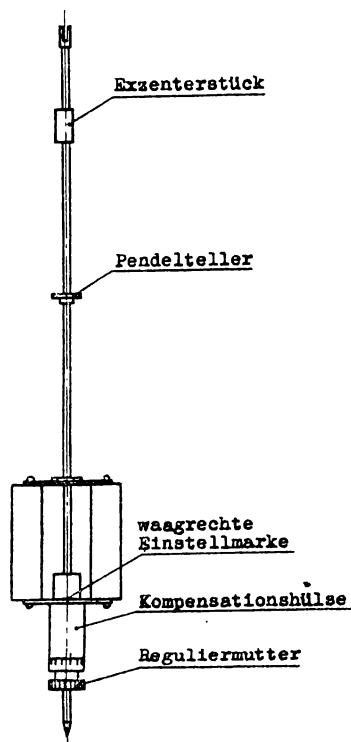

Abb. 1
- 8) Pendel einhängen, wobei zu beachten ist, daß die Pendelfeder weder verdreht noch geknickt wird. Die Zusammenstellung des Pendels ist aus Abbildung 1 ersichtlich. Das Pendel wurde bereits in der Fabrik einreguliert und wurde diese Stellung durch einen waagrechten Strich auf dem Führungsstück und eine neben dem senkrechten Strich auf der Kompensationshülse notierte Zahl, welche die Stellung der Reguliermutter angibt, gekennzeichnet. Zeigt das Pendel beim Ausschwingen einen ungleichen Abfall (ungleichmäßiges Tick-Tack), so ist dies durch Verdrehen des Exzenterstückes zu berichtigen. Auch hierbei ist zu beachten, daß die Pendelfeder nicht verdreht wird (Pendelgewichte mit einer Hand festhalten).